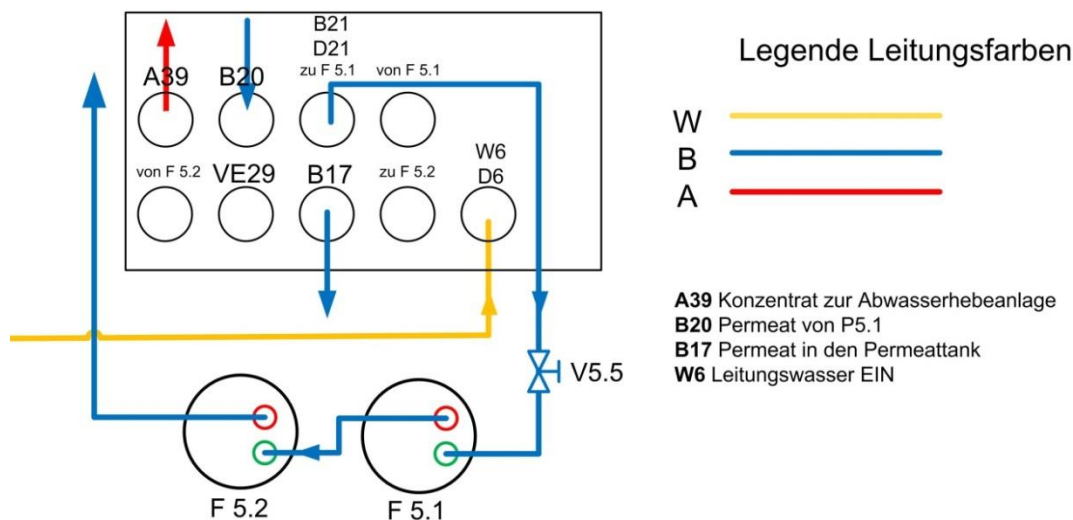

Abb. 7: Anschlussschema Ionenaustauscher gegen Durchflussrichtung entlüften
- Schließen Sie die Ionenaustauscher gemäß Abb. 7: an.